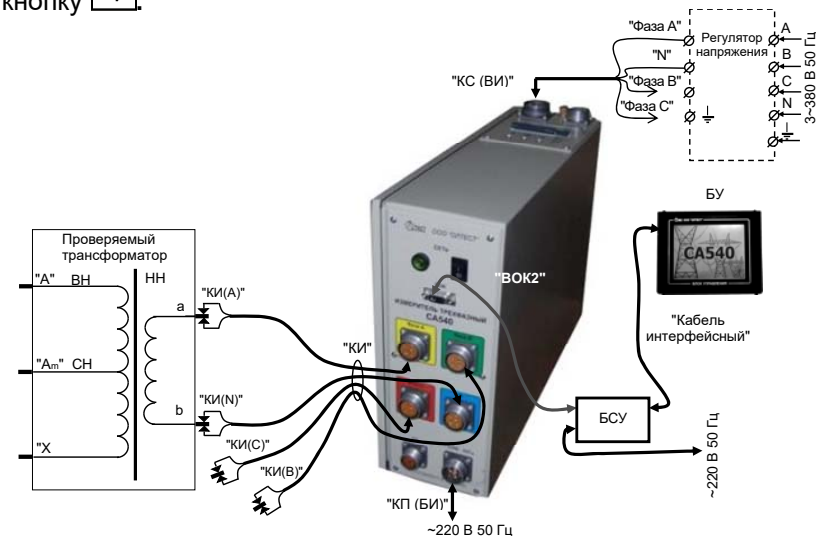

Рисунок 6.40
1) Собрать измерительную схему при управлении Измерителя от БУ (рисунок 6.40).